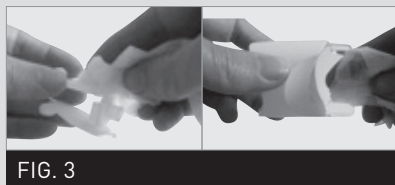

FIG. 3
3. Rengör Ergolift-kammaren, vingen och verktyget noggrant med servetterna i minst 1 minut enligt beskrivningen nedan. (**fig.3**)